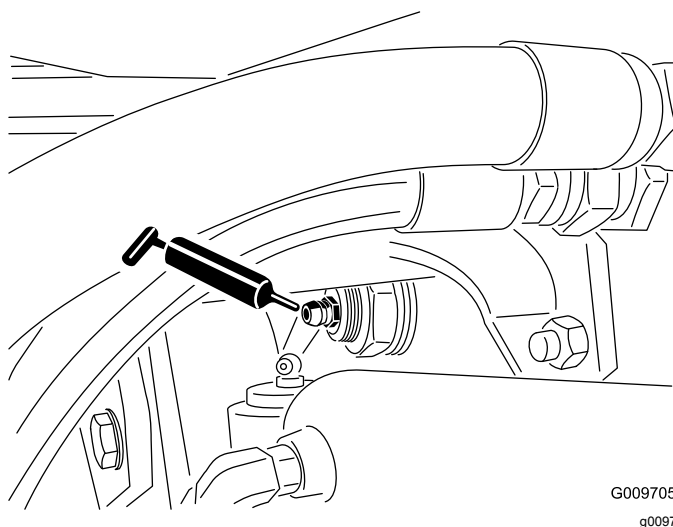

Figure 22
- Bagues de pivot de pont arrière (2) (Figure 22).